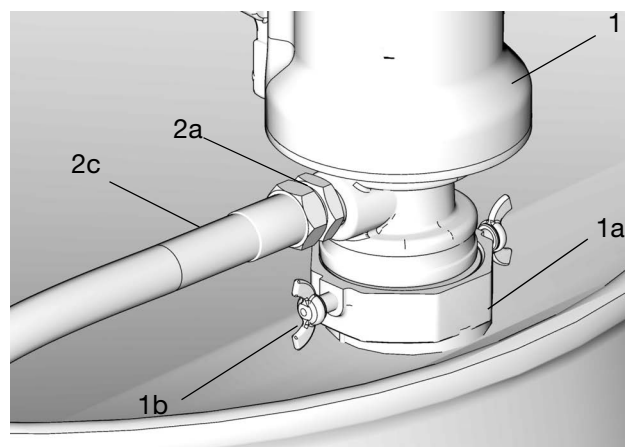

FIG. 23
1. Enrosque el adaptador de tapón de la bomba (1a) en el agujero en la cubierta de bidón (16) y apriete firmemente con la mano (FIG. 23).
2. Inserte la bomba (1) en el adaptador de tapón (1a) y el bidón.
3. Fije la bomba en posición apretando los tornillos de la junta (1b) (FIG. 23).